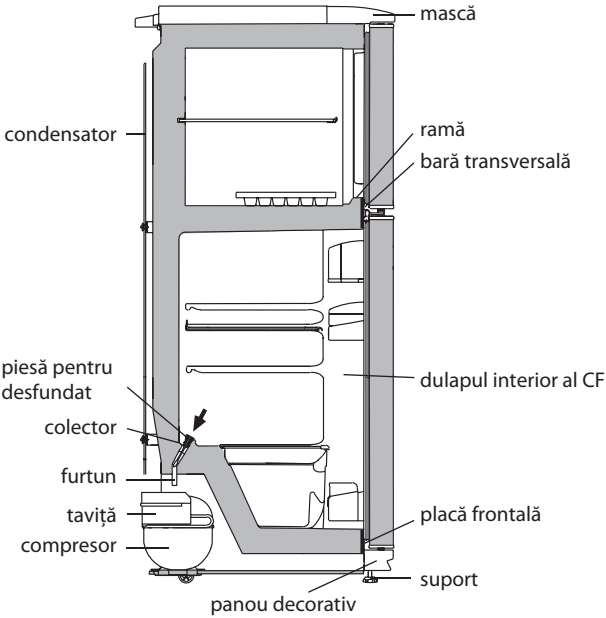

Figura 4 — Schema scurgerii apei provenite din dezghețarea CF
2.2.1 În CF funcționează un sistem automat de dezghețare. Bruma, care apare pe pereții din spate a CF, după deconectarea compresorului care lucrează în ciclu, se topește și se transformă în picături de apă. Picăturile de apă provenite din dezghețare se scurg în colector, apoi prin gaura acestuia și prin furtun - în taviță de pe compresor, în conformitate cu figura 4 și se evaporă.
Prezența apei în colector indică înfundarea sistemului de drenaj. Pentru eliminarea înfundării folosiți piesa corespunzătoare și curățați gaura colectorului, astfel ca apa să se scurgă liber în taviță, apoi spălați piesa și instalați-o în conformitate cu figura 4.
SE INTERZICE să exploatați frigiderul cu sistemul de scurgere înfundat. Apa care a apărut pe fundul CF sau care a ajuns în locul de alăturare a barei transversale și a dulapului interior al CF, în conformitate cu figura 4, poate provoca coroziunea dulapului exterior al frigiderului și elementelor agregatului
ATENȚIE! Nu permiteți scurgerea apei provenite din dezgheț din CC la decongelarea și curățarea acestuia, deoarece ea, pătrunzând în locul de alăturare a barei transversale și a ramei CC, în conformitate cu figura 4, poate provoca coroziunea dulapului exterior al frigiderului și a elementelor agregatului frigorific, defectarea izolației termice, formarea crăpăturilor ramei și defecțiunea dulapului frigiderului.